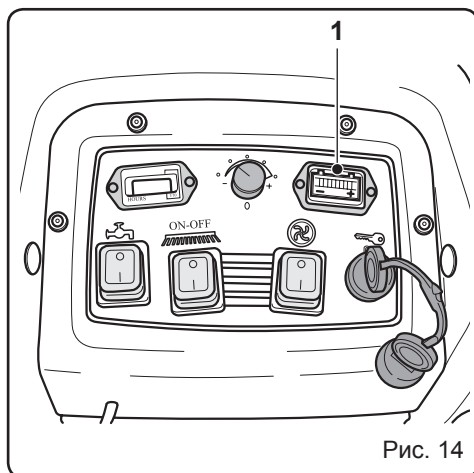

Рис. 14
8.1.g - Аварийная сигнализация (Рис. 14)